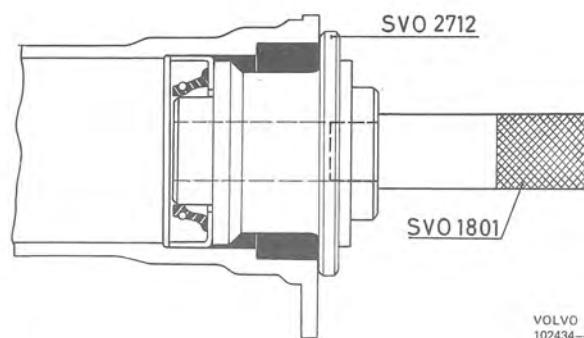

Bild 25. Montering av inre tättningsring
12. Dra ut inre tättningsringen med avdragare SVO 2728, se bild 13. Driv in den nya tättningsringen med dorn SVO 2712, som automatiskt ger tättningsringen rätt läge i kåpan, bild 25. Tättningsringen får nämligen ej drivas in så långt att den bottnar i sitt läge.